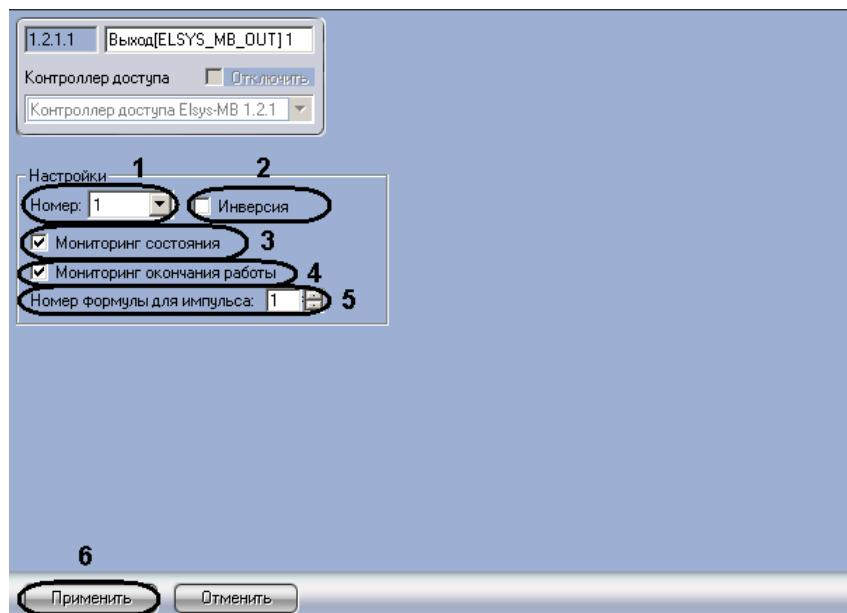

Рис. 3.4-10 Панель настроек объекта Выход
2. Перейти на панель настроек объекта Выход (Рис. 3.4-10).
3. Из раскрывающегося списка **Номер**: выбрать адрес выходного реле (см. Рис. 3.4-10, 1).
4. Установить флажок **Инверсия** для включения нормально-замкнутого режима работы выходного реле (см. Рис. 3.4-10, 2).
5. Для того чтобы в протоколе событий регистрировались сообщения об изменениях состояния выходного реле, необходимо установить флажок **Мониторинг состояния** (см. Рис. 3.4-10, 3).
6. Для того чтобы в протоколе событий регистрировались сообщения об окончании работы выходного реле по формуле, необходимо установить флажок **Мониторинг окончания работы** (см. Рис. 3.4-10, 4).
7. Для запуска работы выходного реле по формуле выхода необходимо в поле **Номер формулы для импульса** установить с помощью кнопок **вверх-вниз** значение равное значению поля **№** необходимой формулы выхода (см. раздел 3.3.3.2 данной документации, Рис. 3.4-10, 5).
8. Для сохранения изменений необходимо нажать кнопку **Применить** (см. Рис. 3.4-10, 6).